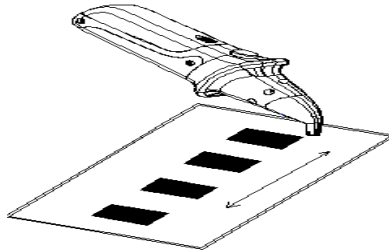

Imagen 4
- Coloque la cabeza de escáner sobre la superficie del interruptor de circuito o los fusibles, como se muestra en imagen 4.
4. Placez la tête de balayage sur la surface du disjoncteur ou des fusibles comme représenté le figure 4.